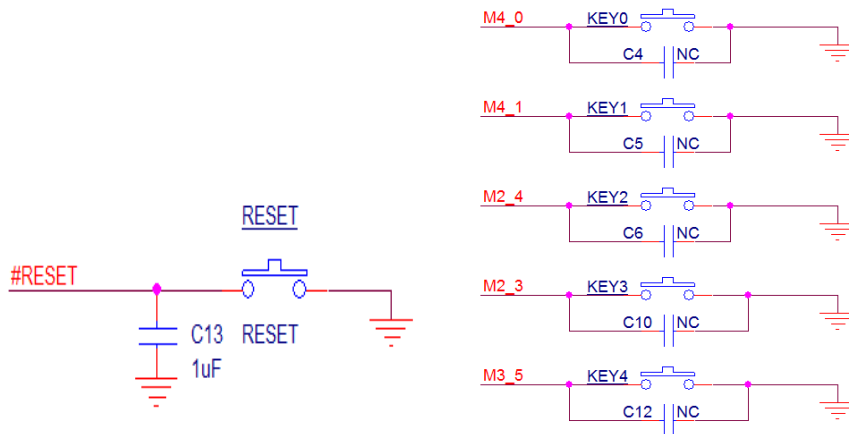

图 1-9 EVB 复位按键及 5 组独立按键原理图
3).**标记 18:** 复位按键（RESET）和 5 组独立按键，如图 1-9。